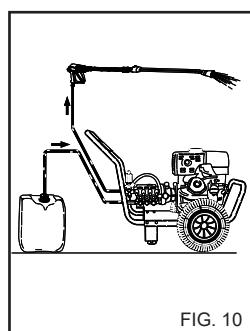

FIG. 10
1) Spoel na gebruik met reinigingsmiddel, het aanzuigcircuit; steek de aanzuigslang (fig. 10) van reinigingsmiddel in een reservoir met schoon water en laat de pomp 1 minuut werken met het dooserkraantje volledig open en de lans in afgiftestand.
4) Spoel na gebruik met reinigingsmiddel, het aanzuigcircuit; steek de aanzuigslang (fig. 10) van reinigingsmiddel in een reservoir met schoon water en laat de pomp 1 minuut werken, en met de lans in afgiftestand van reinigingsmiddel.